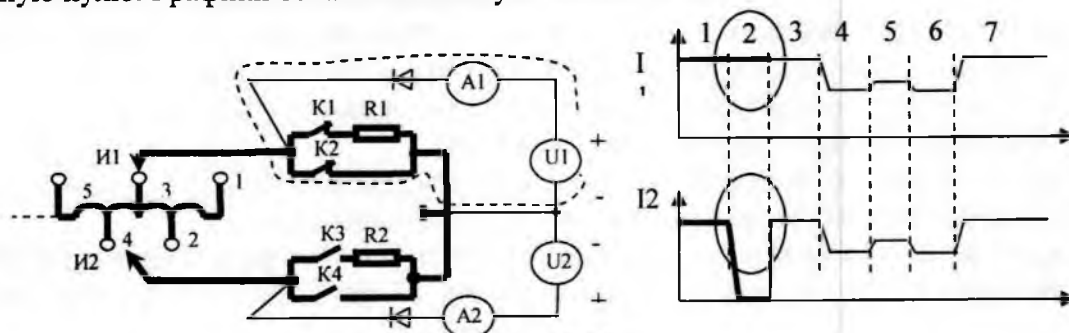

Рис. 11.31
2. При переключении с отвода 3 на отвод 4 (рис.11.31) первым начинает двигаться избиратель И2. При этом цепь протекания тока прибора разрывается и амперметр А2 фиксирует силу тока равную нулю. Графики тока соответствуют состоянию 2.